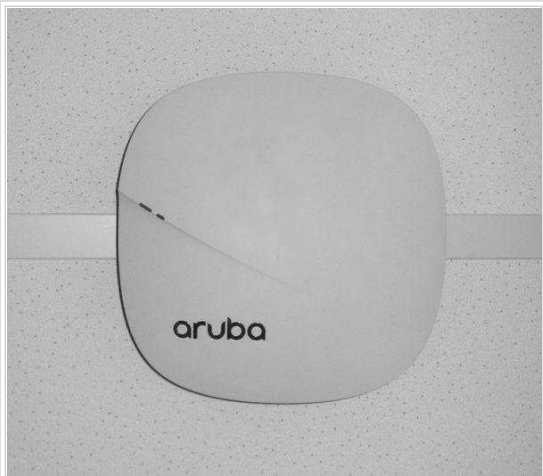
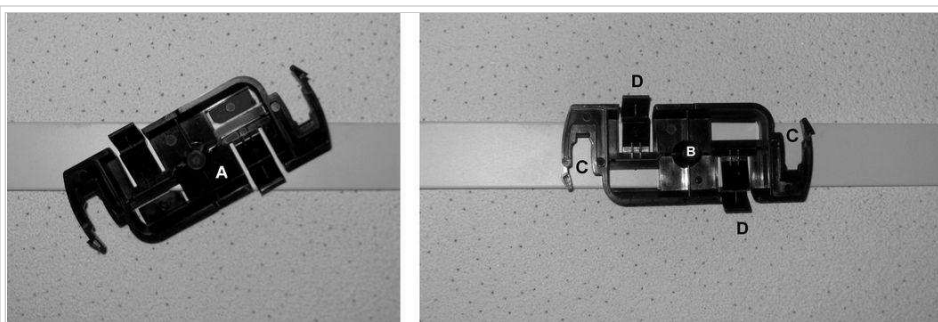

Fig. 3 - AP Aruba fijado a cielorraso tipo Armstrong
Fig. 4 - Soporte Aruba para cielorraso tipo Armstrong
- Seleccionar la pieza (A) cuyo ancho coincida con el perfil del cielorraso y colocarla como se indica en Fig. 4 (izquierda).
- Girar la pieza (A) en sentido horario hasta que calcen las trabas (D) (Fig. 4 derecha).
- Colocar el equipo en el punto B y girarlo en sentido horario hasta que calcen las trabas (C) (Fig. 4), quedando instalado como se muestra en (Fig. 3).